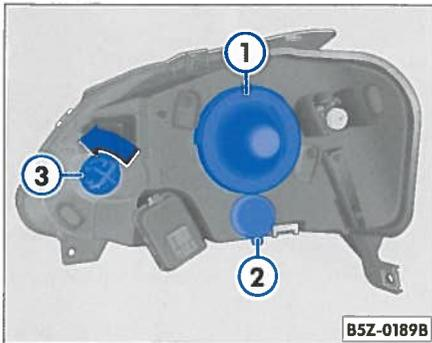

Abb. 113 Übersicht der Lampen
- Nehmen Sie die Schutzkappe ⇒ Abb. 113 ① ab.